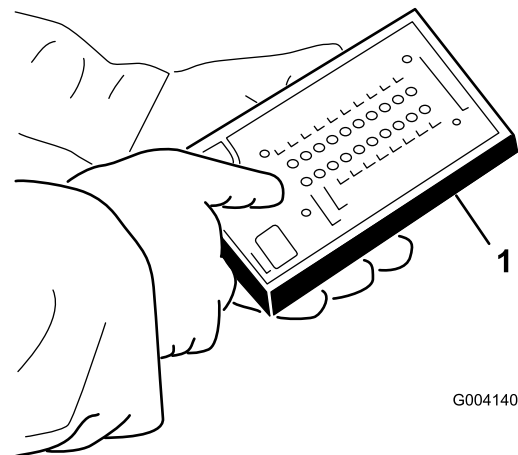

Figura 51
5. Ligue o conector do visor ACE de diagnóstico ao conector de fios (Figura 51).